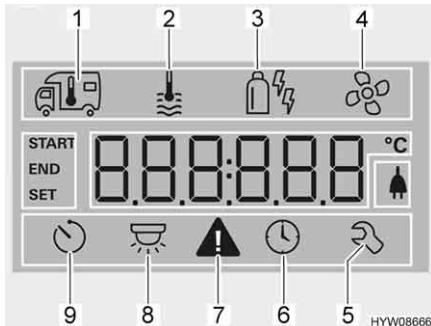

Fig. 73 Display
- Ruotare la manopola/il pulsante (Fig. 72,6), finché il simbolo del menu del riscaldamento (Fig. 73,1) lampeggiava.
- Ruotare la manopola/il pulsante (Fig. 72,6), finché il simbolo del menu relativo alla modalità di funzionamento (Fig. 73,3) lampeggiava.
- Ruotare la manopola/il pulsante (Fig. 72,6), finché il simbolo del menu delle ventole (Fig. 73,4) lampeggia.
- Ruotare la manopola/il pulsante (Fig. 72,6), finché il simbolo del menu del timer (Fig. 73,6) lampeggia.
- Premere la manopola/il pulsante. Il timer è attivato. Il simbolo del timer (Fig. 73,6) lampeggia quando il timer è programmato e attivo.
In caso di avviso, il relativo simbolo lampeggia (Fig. 73,7). Il riscaldamento rimane in funzione. Se si tratta solo di un guasto temporaneo, il simbolo di avvertimento si spegne autonomamente.